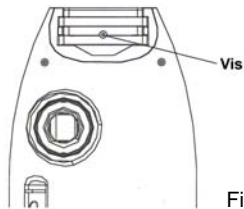

Fig. 1
1. Retirez la vis située juste sous le rebord supérieur à l'arrière de l'aspirateur. (fig. 1)